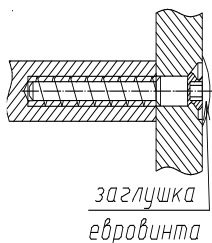
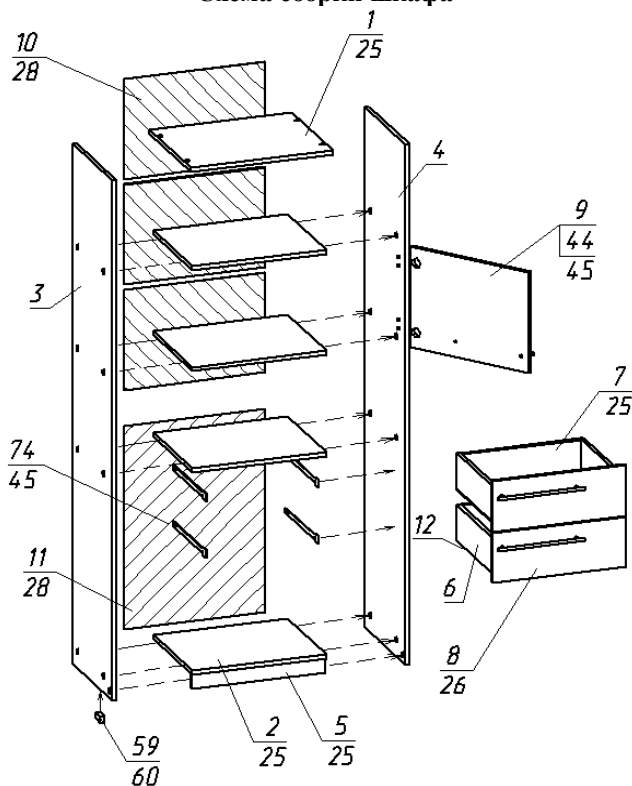

Рис.1
Рис. 3
1. Собрать каркас шкафа по схеме сборки (рис.3) с помощью евровинтов (рис.1).